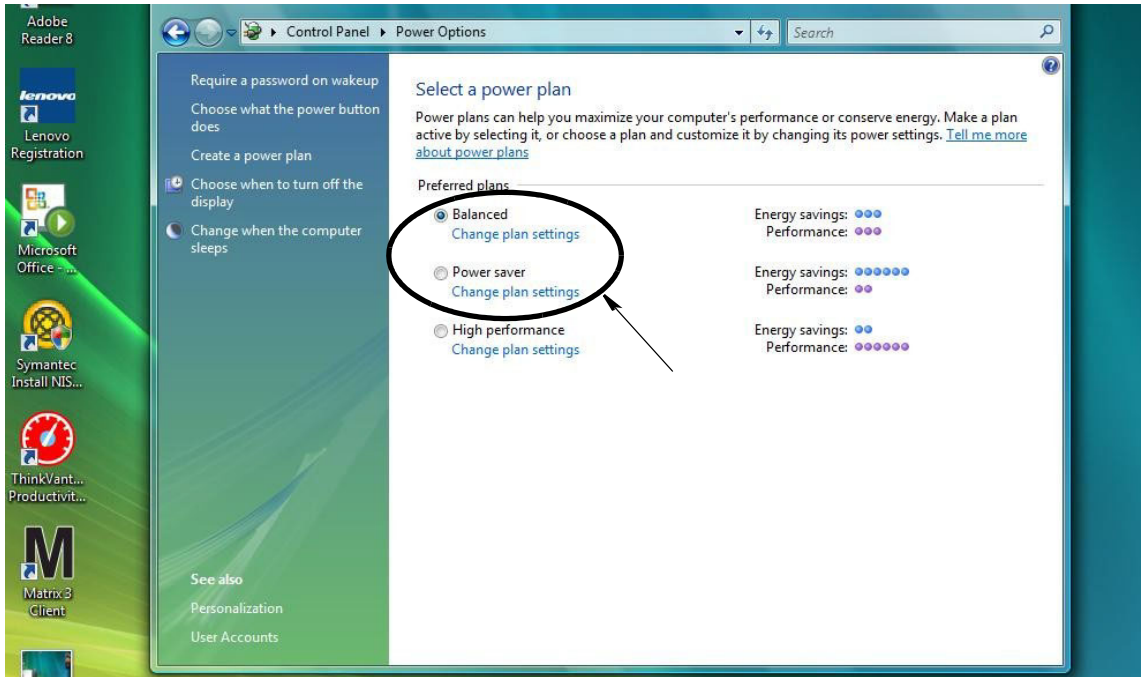

图 34
3. 选择“已平衡”或“节能程序”电源计划，然后单击更改计划设置链接以查看休眠选项（图 34）。